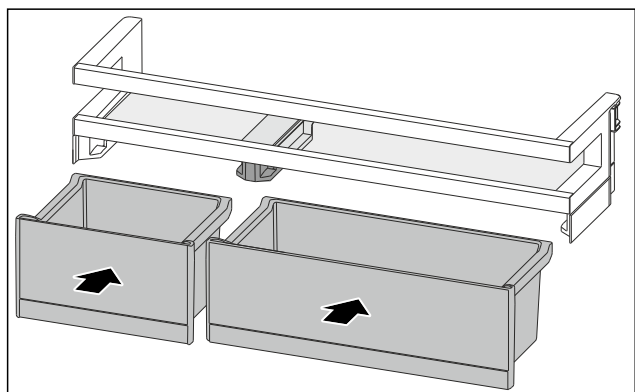

Fig. 88
- ▶ Włożyć VarioBox w innym rozmieszczeniu. (patrz Fig. 88)